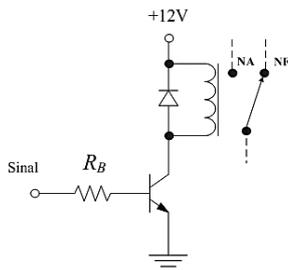

Fig. C.4 – Chave transistorizada para acionamento de um relé.
**C.1** - Deseja-se acionar o relé do circuito da Fig. C.42 com um sinal de 5 V. O relé deve operar com uma corrente de 150 mA. Será empregado o transistor NPN BC548 que têm um ganho mínimo de 110. Determinar  $R_B$ .